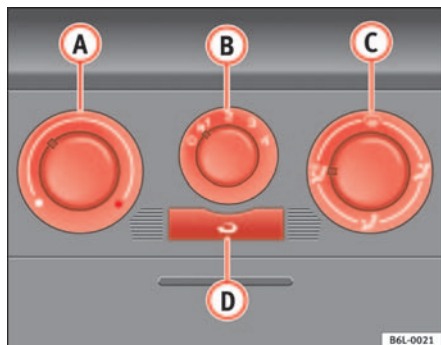

Fig. 85 Mandos de la calefacción en el tablero de instrumentos
- Con los reguladores ⇒ fig. 85 **A** y **C** y con el mando **B** se regula la temperatura, la distribución del aire y la velocidad de la turbina.